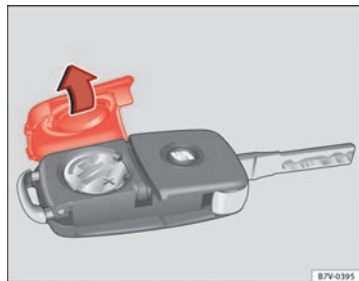

Fig. 15 Chave do veículo: tampa do compartimento da pilha.
- Retire a tampa da parte traseira da chave do veículo ⇒ Fig. 15 na direcção da seta ⇒ ①.
- Coloque a tampa na carcaça da chave do veículo, pressionando-a tal como se mostra ⇒ Fig. 15, no sentido contrário ao da seta, até que encaixe.